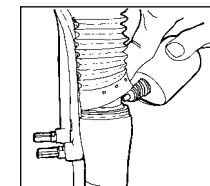

Fig. 4
1. Sortez les gaines de fourche des tubes inférieurs. Puis essuyez les surfaces externes, la zone du joint Resi-wiper et le tube supérieur. Appliquez 2 à 3 gouttes d'huile fortifiée au Téflon sur les tubes supérieurs, au Resi-wiper. (Voir Fig. 4)